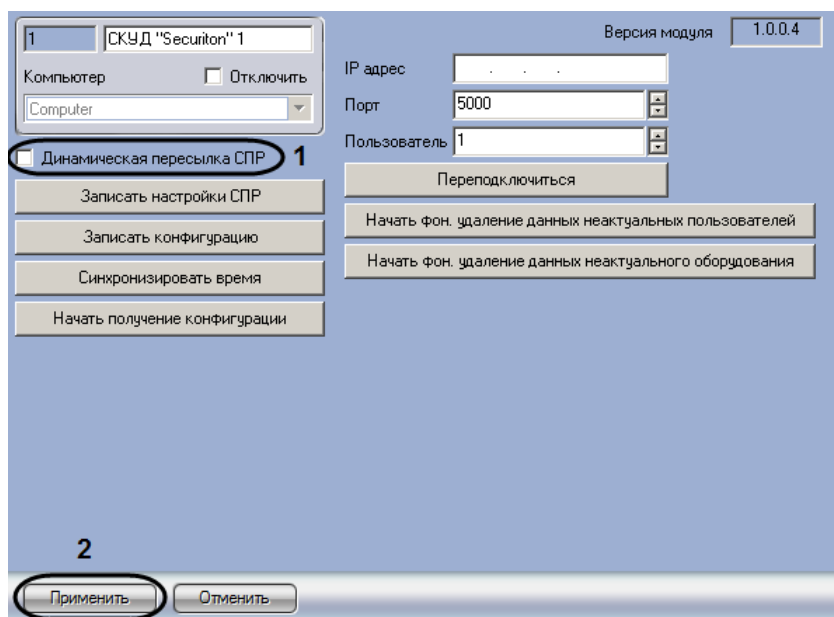

Рис. 3.6—1 Настройка динамической пересылки данных СПР
1. Перейти на панель настроек объекта **СКУД "Securiton"** (Рис. 3.6—1).
2. Установить флажок **Динамическая пересылка СПР** (см. Рис. 3.6—1, 1). При изменении конфигурации ПК *ACFA Intellect* посредством модуля *Служба пропускного режима* внесенные изменения будут автоматически пересылаться в контроллер. В случае, если автоматическая пересылка изменений не требуется, необходимо снять данный флажок.
3. Нажать на кнопку **Применить** (см. Рис. 3.6—1, 2).